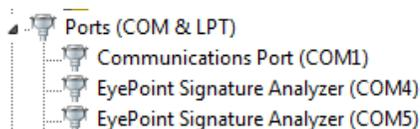

Рисунок 7. Отображение устройств после установки драйвера
8. После установки драйвера в разделе устройств «Порты (COM и LPT)» должны появиться два устройства EyePoint Signature Analyser (Рисунок 7), номера COM портов могут отличаться.